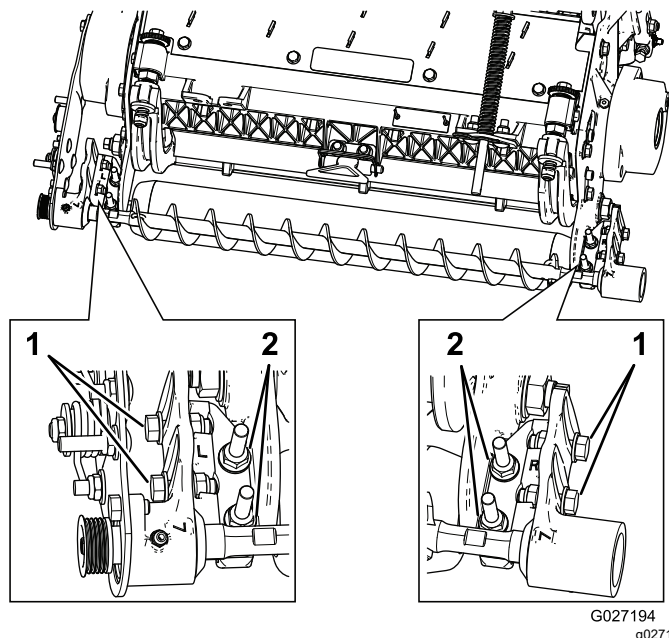

Figura 13
- A. Afloje las 2 contratuercas con arandela prensada que sujetan el soporte de montaje del cepillo de rodillo a la chapa lateral de la unidad de corte (Figura 13).
- B. Gire el alojamiento del cojinete del cepillo de rodillo hasta que quede paralelo a la chapa lateral de la unidad de corte (Figura 13).
- C. Apriete las 2 contratuercas con arandela prensada que sujetan el soporte de montaje del cepillo de rodillo a la chapa lateral de la unidad de corte (Figura 13).
1. Afloje los 2 pernos que sujetan el alojamiento del cojinete de cada cepillo de rodillo al soporte de montaje del cepillo de rodillo (Figura 13).